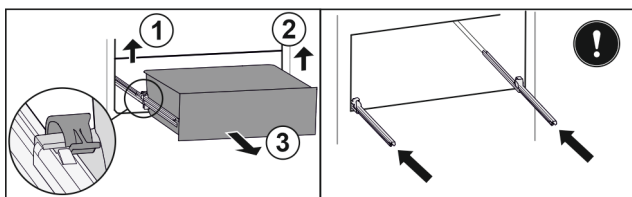

Fig. 101
- ▶ 提起左侧夹子，同时将抽屉左侧向前拉。 Fig. 101 (1)
- ▶ 提起右侧夹子，同时将抽屉右侧向前拉。 Fig. 101 (2)
- ▶ 朝前取出抽屉。 Fig. 101 (3)